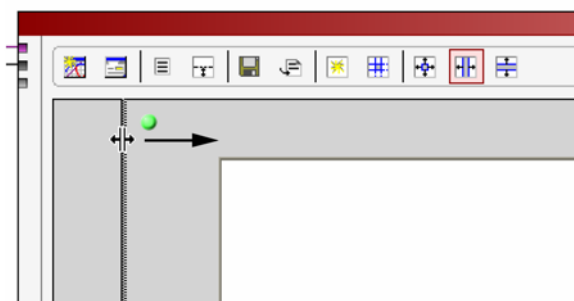

图27. 调整分析结果的大小
3. 在输入格式化器(Input Formatter)(见图25至图27)中, 点击设置(Settings)...按钮, 然后将数字格式(Number Format)更改为二进制补码。接下来, 将分辨率(Resolution)和对齐(Alignment)均更改为14。点击确定(OK)。
接下来, 将鼠标光标放在垂直分隔条上并拖动到新的位置, 以调整图形(Graph)元件左侧的分析结果(Analysis Results)面板的大小(参见图27)。